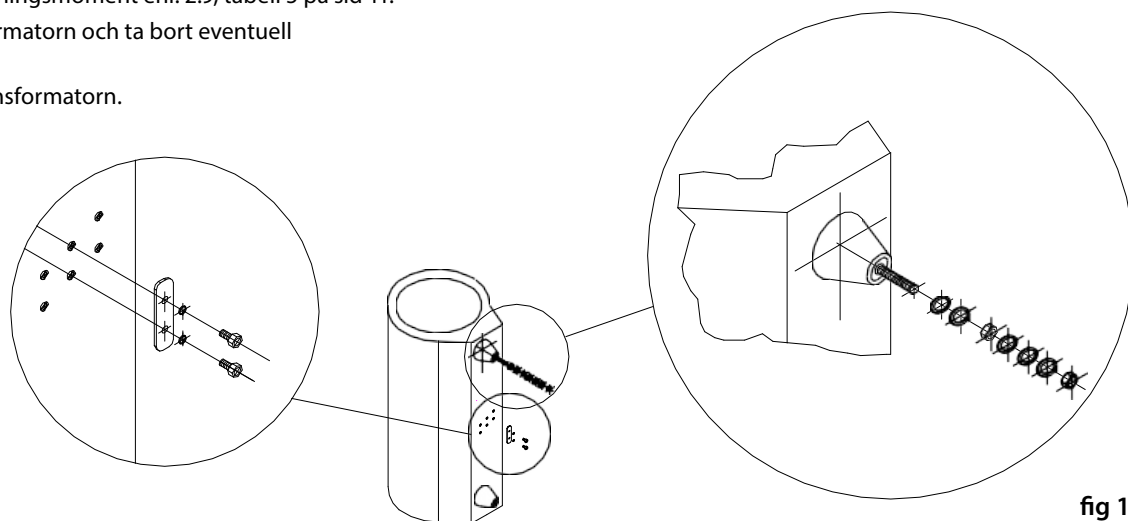

fig 10
- 2 Placera omkopplingsblecken i önskat läge (fig.10) och dra åt noga med åtdragningsmoment enl. 2.9, tabell 5 på sid 11.